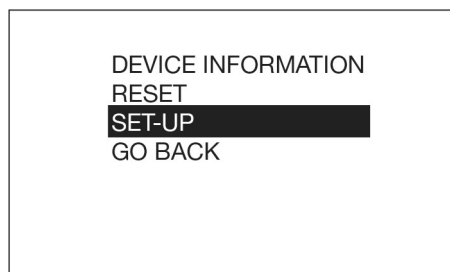

图 13
2. 使用键盘上的向上或向下箭头按钮高亮显示设置（图 13），然后按键盘中央的 ENTER 按钮选择设置选项。